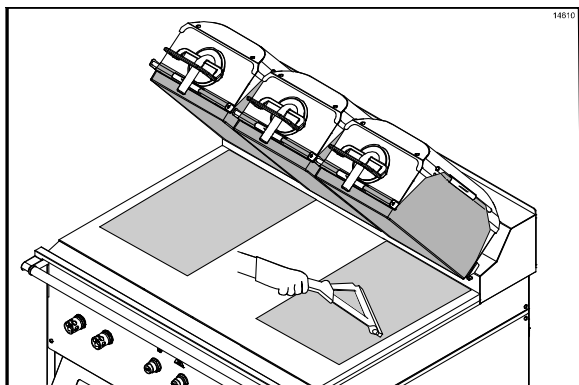

Figure 19
10. Répéter les deux dernières étapes pour la feuille de protection de l'autre côté du grill (Cf. Figure 19).